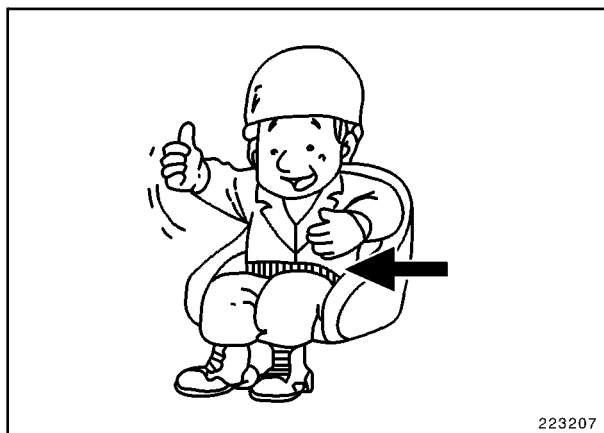

Fig. 5
- Abrochar cuidadosamente el cinturón de seguridad (Fig. 5), en caso de estar equipada la máquina del Roll-Over Protective Structure (ROPS) (construcción de protección antivuelco).